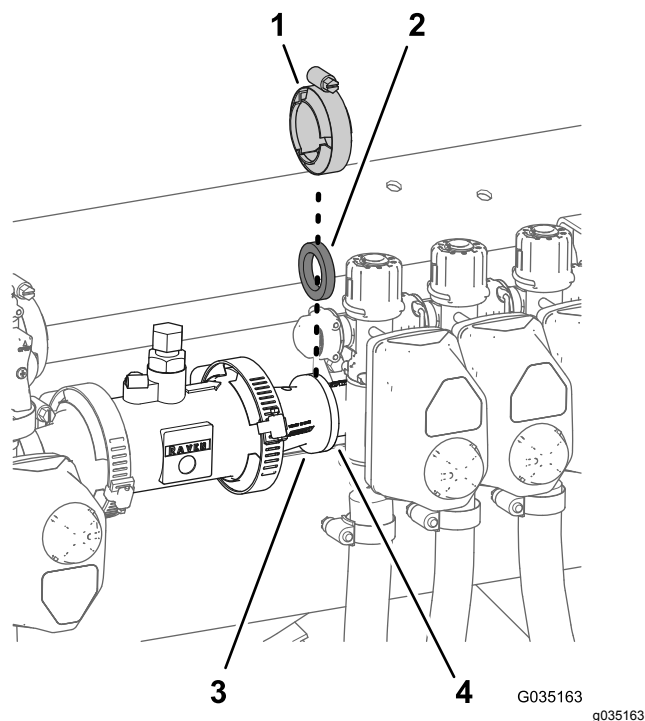

Figura 36
3. Per le macchine **con** il sistema di irrorazione ExcelaRate, rimuovete il morsetto flangiato e la guarnizione che fissano l'adattatore del riduttore alla valvola di sezione delle barre di sinistra (**Figura 36**).